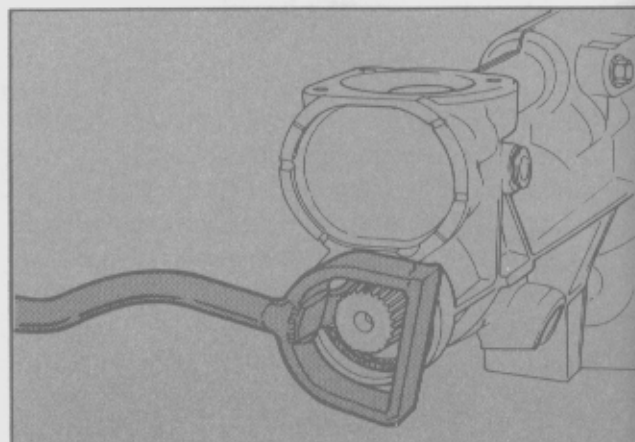

Fig. 13 - Extracción del retén de aceite de la extensión.
- Retirar el retén de aceite de la carcasa de la extensión, utilizando la herramienta especial T81A-4676-BAS (Detalle 1) (Fig. 13).